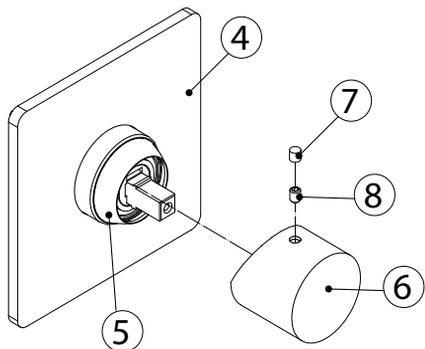

Fig. 9
- Надеть накладку на хомут (6), смонтировать ручку (7), закрепить винтом (9) и закрыть заглушкой (8). (Рис.9)